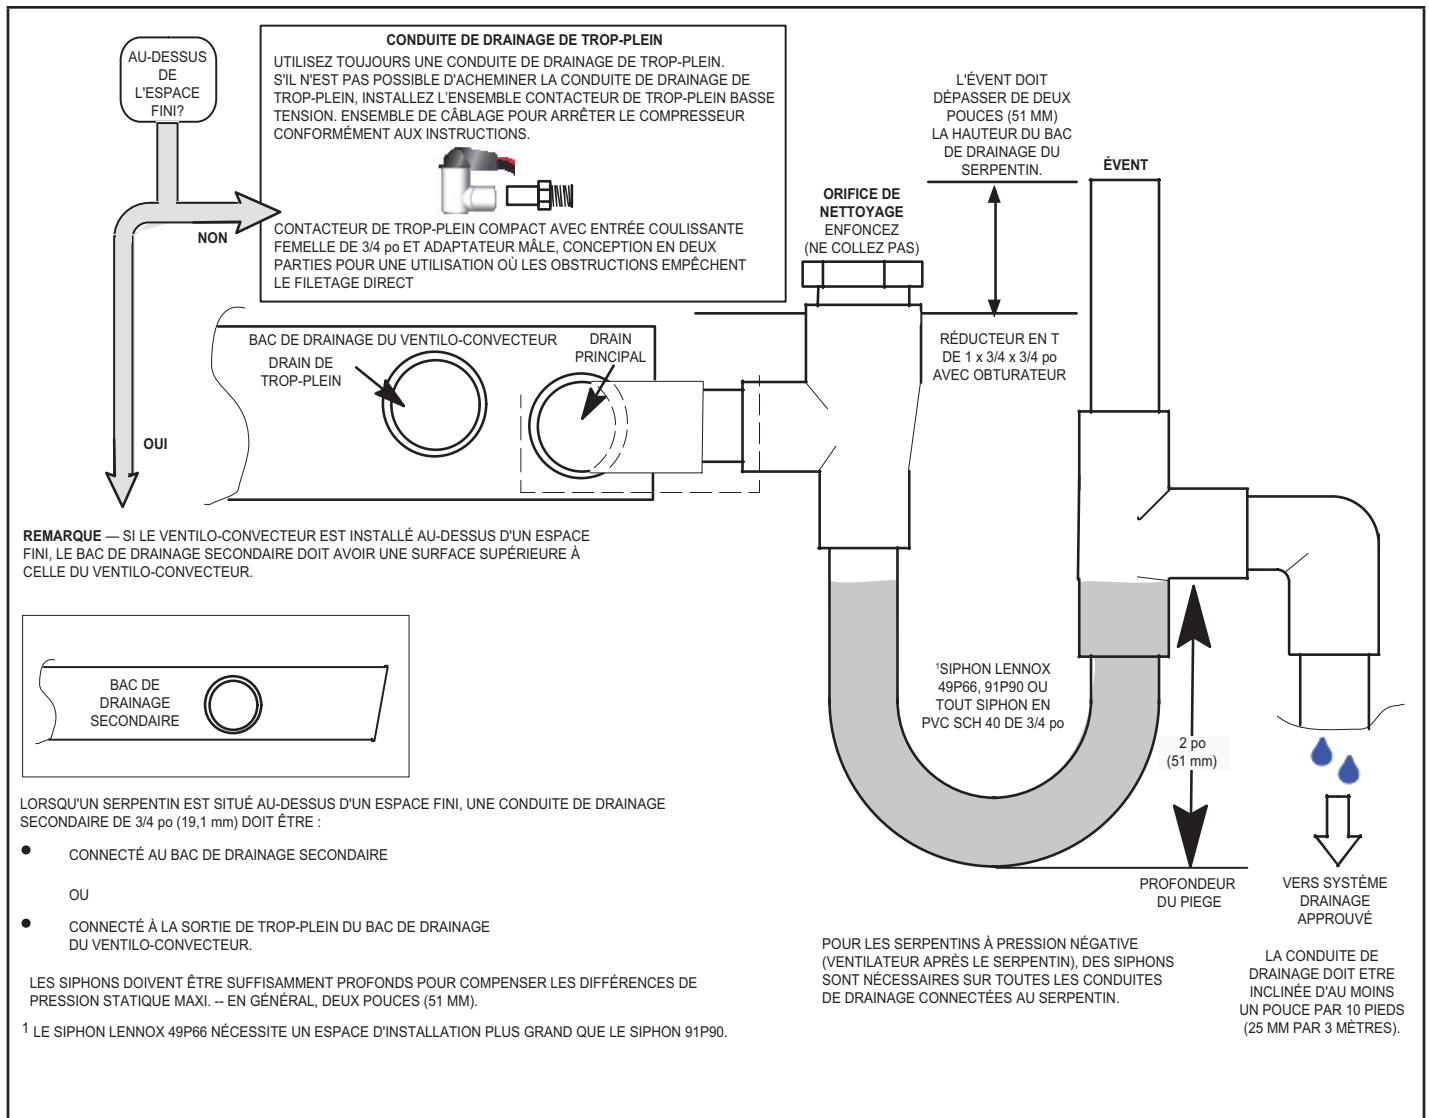

FIGURE 15. Drain principal et drain de trop-plein types
- 6 - Installez un siphon de 2 po sur les conduites de drainage principales (primaires) aussi près que possible de l'unité (FIGURE 15). Assurez-vous que la partie supérieure du siphon se trouve sous la connexion au bac de drainage pour permettre un drainage complet du bac.
REMARQUE - Les conduits horizontaux doivent être équipés d'un évent anti-siphon (tube vertical) installé en amont du conduit horizontal. Reportez-vous à la FIGURE 15. Un tronçon horizontal extrêmement long peut nécessiter une conduite de drainage surdimensionnée pour éliminer les blocages.